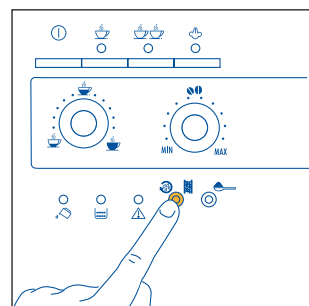

Fig.14
1) Se, appena accesa la macchina, si richiede una tazza di caffè corto (inferiore a 60cc), usare l'acqua calda del risciacquo per pre-riscaldare le tazze (vedi consiglio par. 4.3 punto5). Se invece dall'ultimo caffè fatto, sono trascorsi più di 2/3 minuti, prima di richiedere di nuovo un caffè è necessario **pre-riscaldare l'infusore premendo il tasto**   (fig. 14). Lasciare poi defluire l'acqua nella vaschetta